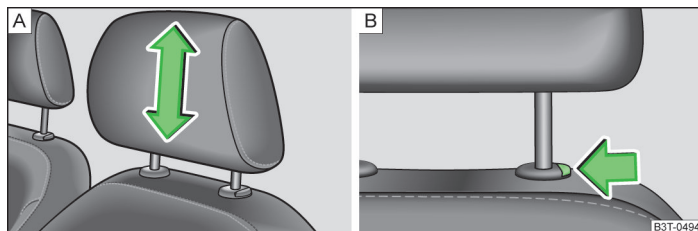

Fig. 48 Poggiatesta: Montaggio/Smontaggio
- Afferrare il poggiatesta lateralmente con le due mani e quindi farlo scorrere verso l'alto per la distanza desiderata » fig. 48 - .
- Se si desidera fare scivolare verso il basso il poggiatesta, premere con una mano il tasto di sicurezza » fig. 48 -  e mantenerlo premuto, mentre la mano sposta il poggiatesta verso il basso.
- Premere il tasto sicurezza nella direzione indicata dalla freccia » fig. 48 -  ed estrarre il poggiatesta.